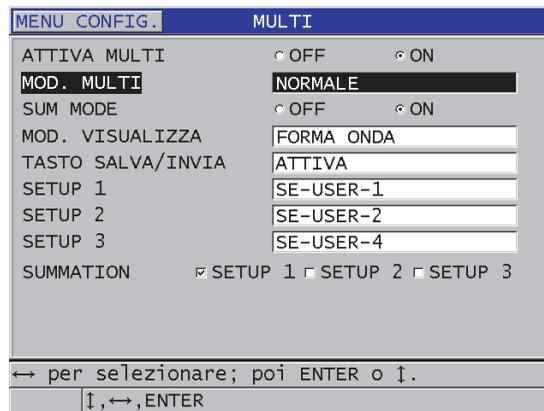

Figura 7-7 Configurazione dei parametri di misura multipla in modalità normale
5. Nella schermata **MULTI** (vedere Figura 7-7 a pagina 118):